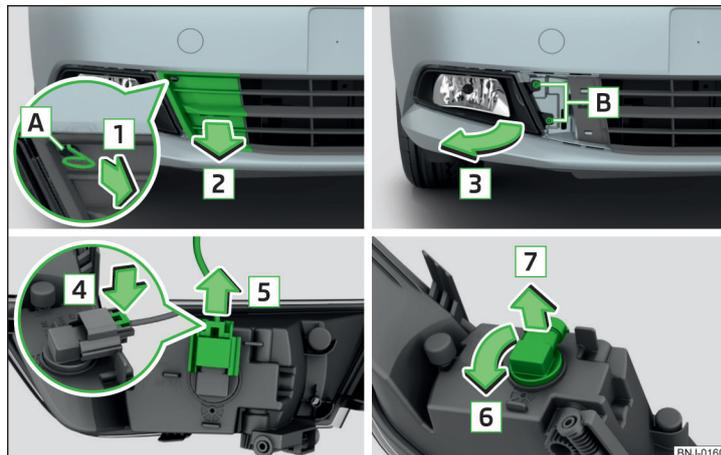

Fig. 215 Retirar el faro antiniebla / Cambiar la bombilla para los faros antiniebla
- › Tirando el gancho en el sentido de la flecha **1**, retirar la rejilla protectora en el sentido de la flecha **2** » fig. 215.
- › Presione el enclavamiento en el conector en el sentido de la flecha **4** » fig. 215.
- Monte el faro antiniebla en sentido contrario al de la flecha [3] » fig. 215 y enrósqelo.